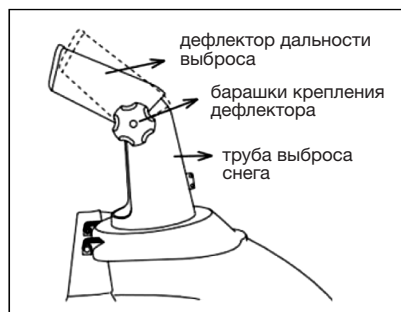

Рис. 9
- С помощью дефлектора отрегулируйте дальность выброса снега и зафиксируйте с помощью барашков (рис. 9).